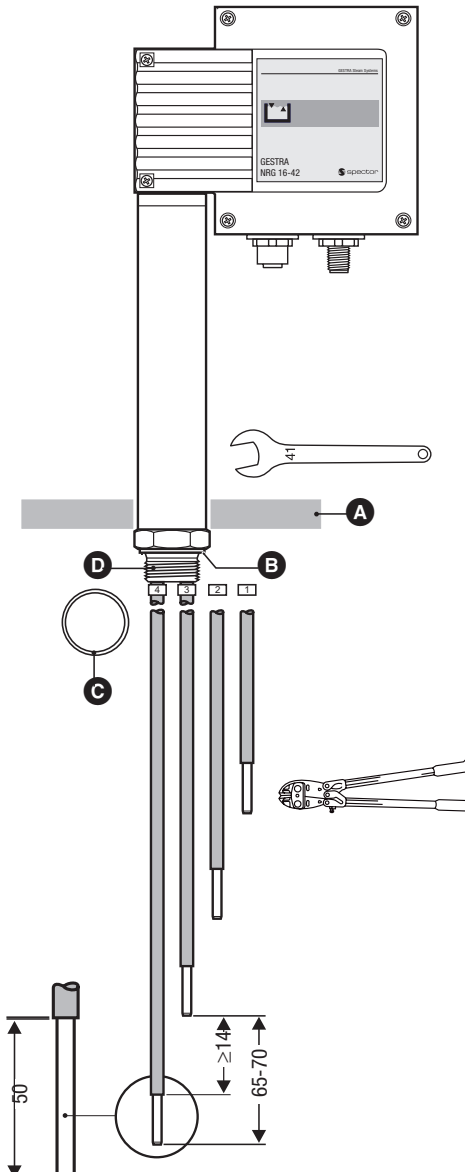

Fig. 3
2. Elektrodenstäbe **1**, **2**, **3** und **4** kürzen. **Fig. 3**
6. Beiliegenden Dichtring **C** auf den Dichtsitz **B** der Elektrode legen. **Fig. 3**